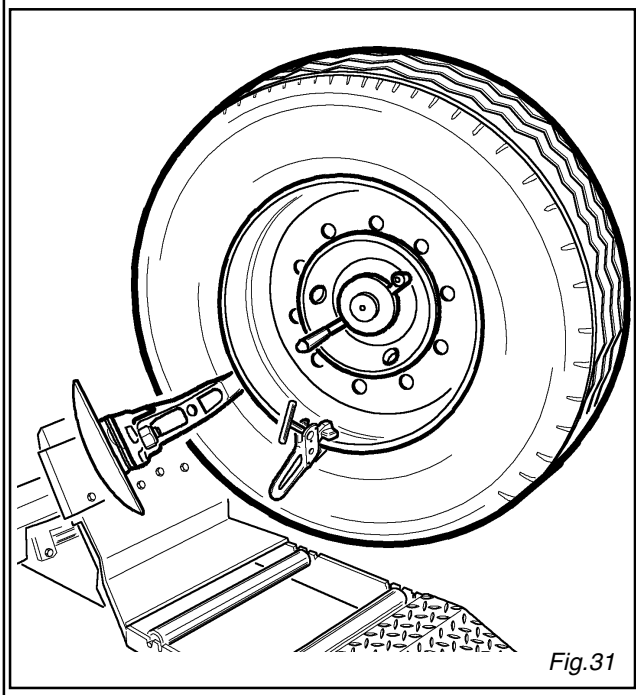

Fig.31
- 15) Far ruotare il pneumatico in senso orario fino a portare la pinza nel punto più basso. Anche il secondo tallone dovrebbe essere inserito nel cerchio. (Fig. 31)
- 15) Let the tyre turn clockwise until the pliers is in its lowest point. Second bead should be set in position too. (fig.31)